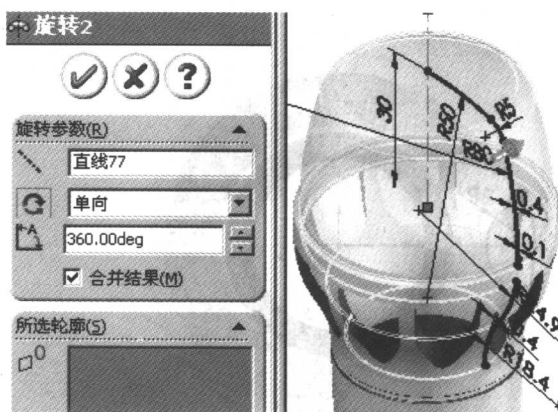

图 1-12 “旋转 2”属性管理器
(10) 旋转 2。从特征工具栏中单击“旋转”图标按钮，弹出“旋转 1”属性管理器，如图 1-12 所示。选择中心线作为旋转轴，在属性管理器中设置各项参数，单击“确定”图标按钮.